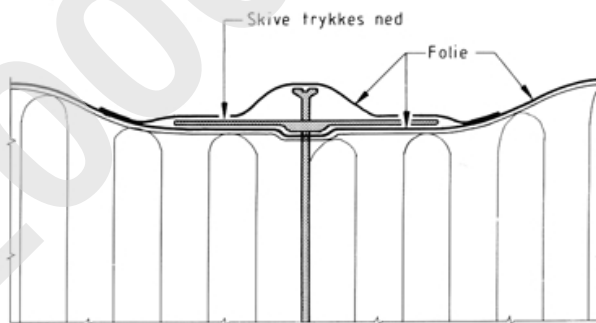

Fig. 233
- 233 En rekke ulike *mekaniske festemidler* fins på markedet. Noen har helt utilfredsstillende korrosjonsbeskyttelse og kan ruste bort. Skruen kan komme opp og lage hull i folien av flere årsaker. Et tilfelle er vist i fig. 233.